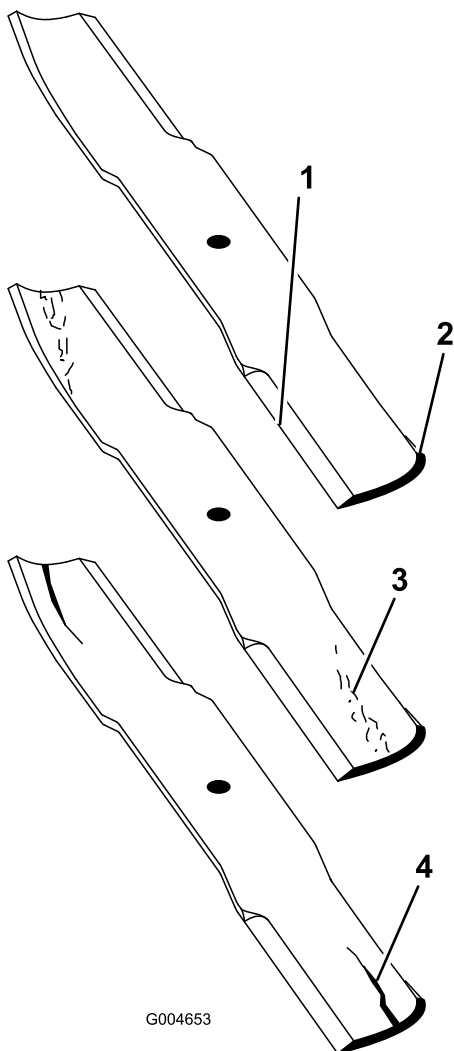

Figure 19
1. Examinez le tranchant des lames (Figure 19). Si les lames sont émoussées ou présentent des indentations, déposez-les et affûtez-les. Voir Affûtage des lames.
2. Inspectez les lames, surtout la partie relevée (Figure 19). Remplacez immédiatement toute lame endommagée, usée ou qui présente une entaille (Figure 19).